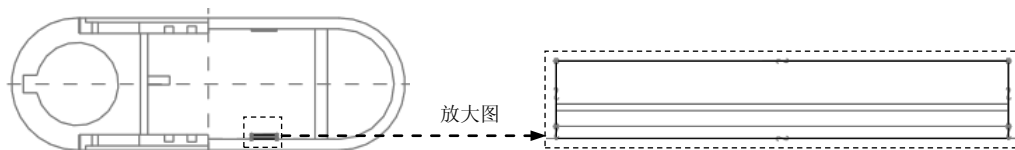

图 19.30 截面草图
(4) 进入草绘环境后, 选取 MOLD_RIGHT 基准平面和 MOLD_FRONT 基准平面为草绘参考, 利用“使用边”命令绘制图 19.30 所示的截面草图。完成特征截面的绘制后, 单击“草绘”操控板中的“确定”按钮 。